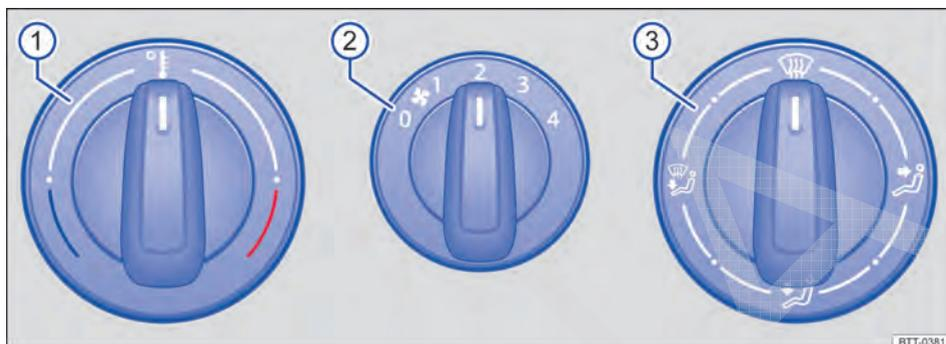
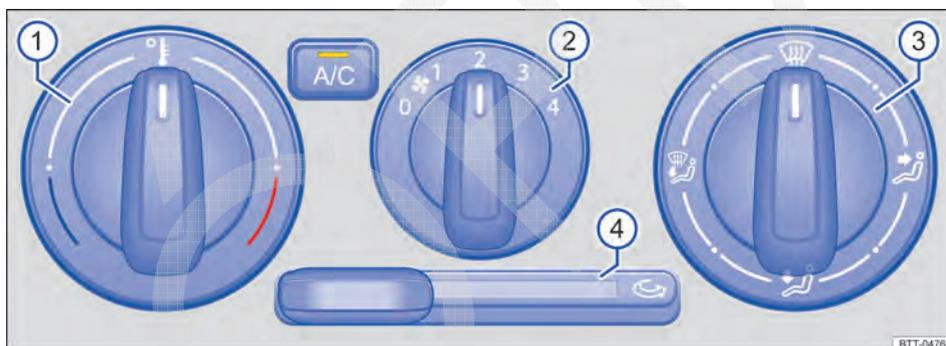

Fig. 96 No console central: comandos do sistema de ventilação e aquecimento.
Fig. 97 No console central: comandos do ar-condicionado.
Botão, regulador **Informações complementares do sistema de ventilação e aquecimento → Fig. 96 e ar-condicionado → Fig. 97.**
Botão, regulador	Informações complementares do sistema de ventilação e aquecimento → Fig. 96 e ar-condicionado → Fig. 97.
- Em veículos com sistema de aquecimento, colocar o regulador da temperatura → Fig. 96 ⓘ totalmente para a direita, para a posição máxima de aquecimento.
- Colocar o regulador da distribuição de ar → Fig. 97 ③ para a posição
- Colocar o ventilador ② no nível 3 ou 4.
- Colocar o regulador da temperatura ① na posição desejada.